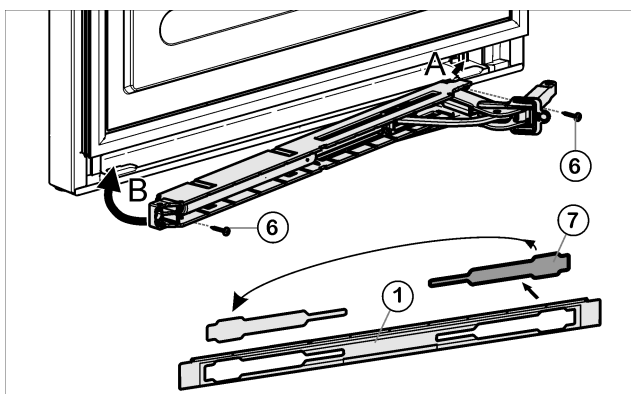

Fig. 12
- ▶ Løsn afdækningen Fig. 12 (7) fra blænden Fig. 12 (1) og sæt den i igen på den anden side.
- ▶ Sæt selvlukenheden på, så den går i hak og leddet peger mod hængselsiden (A), og sving den ind (B).
- ▶ Skru selvlukenheden fast (2 gange Torx 15) Fig. 12 (6).